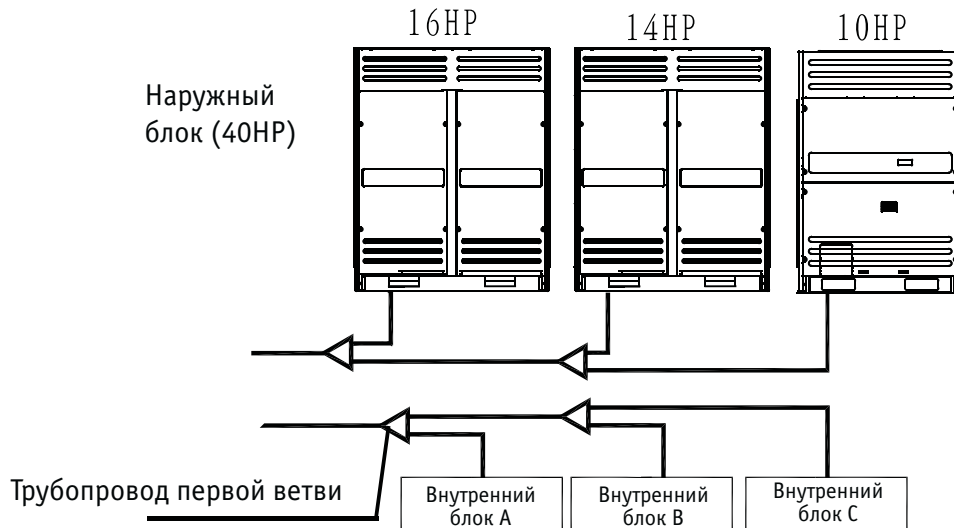

Рис. 4-7
- Убедитесь, что для обслуживания блока имеется достаточно места. Модули одной и той же системы должны размещаться на одной высоте (см. Рис. 4-7)